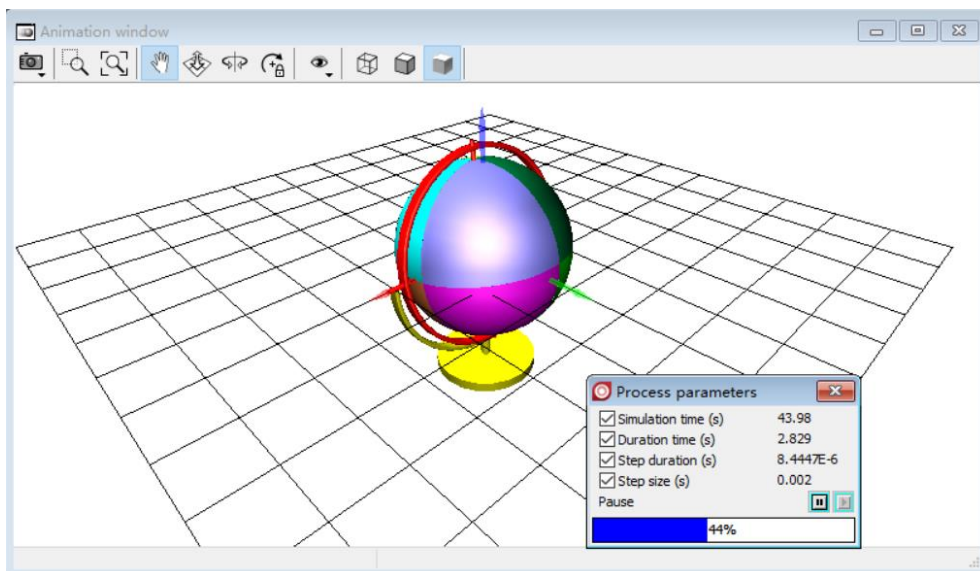

图 2-46
- 1) 点击按钮 **Integration**，再次执行仿真，在动画窗口可以看到球体既随支架一起绕底座 **X** 轴旋转运动，又相对支架 **Z** 轴旋转运动，如图 2-46。